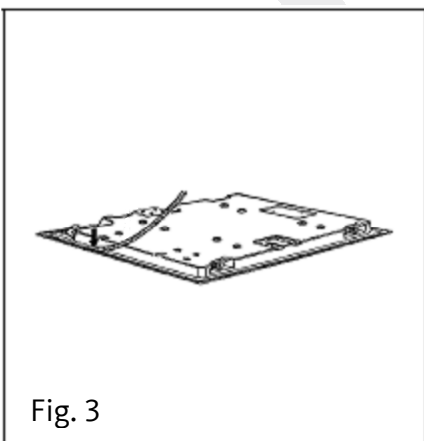

Fig. 3
3. Positionnez correctement le joint en mousse fourni (fig. 3) sur le pourtour extérieur du cadre de la table de cuisson. Les extrémités des bandes doivent coïncider sans se chevaucher.